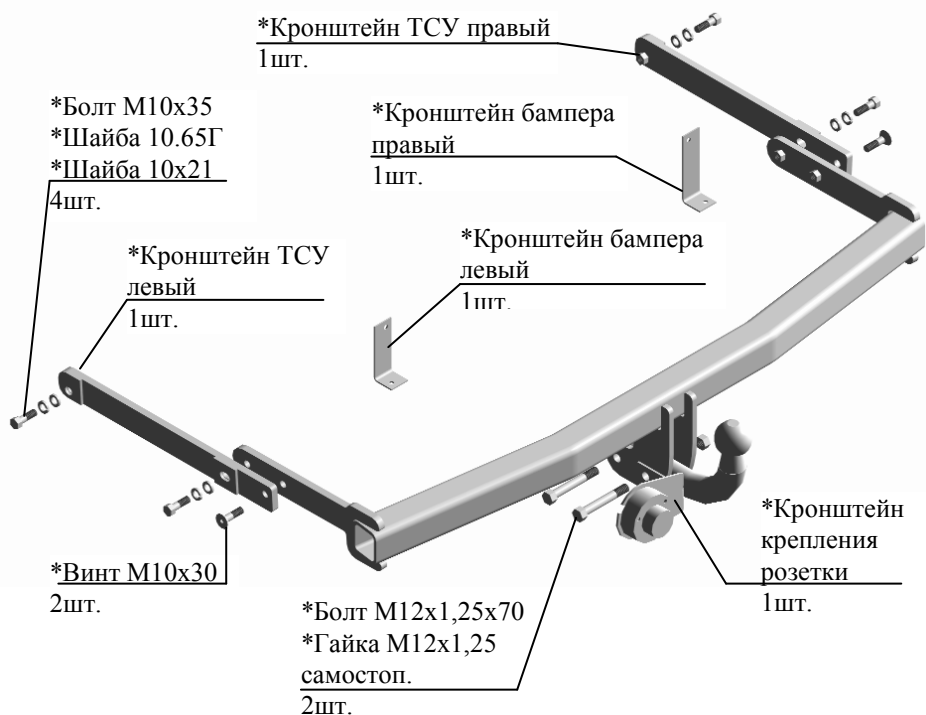

Рис.1 Тягово-сцепное устройство 6030
2.1 ТСУ 6030 в сборе (рис.1)	1 шт.
2.2 Пакет с комплектующими (см. рис.1)	1 шт.
4.2 Закрепить кронштейны ТСУ левый и правый к ТСУ винтами М10х30 (в соответствии с рис.1).